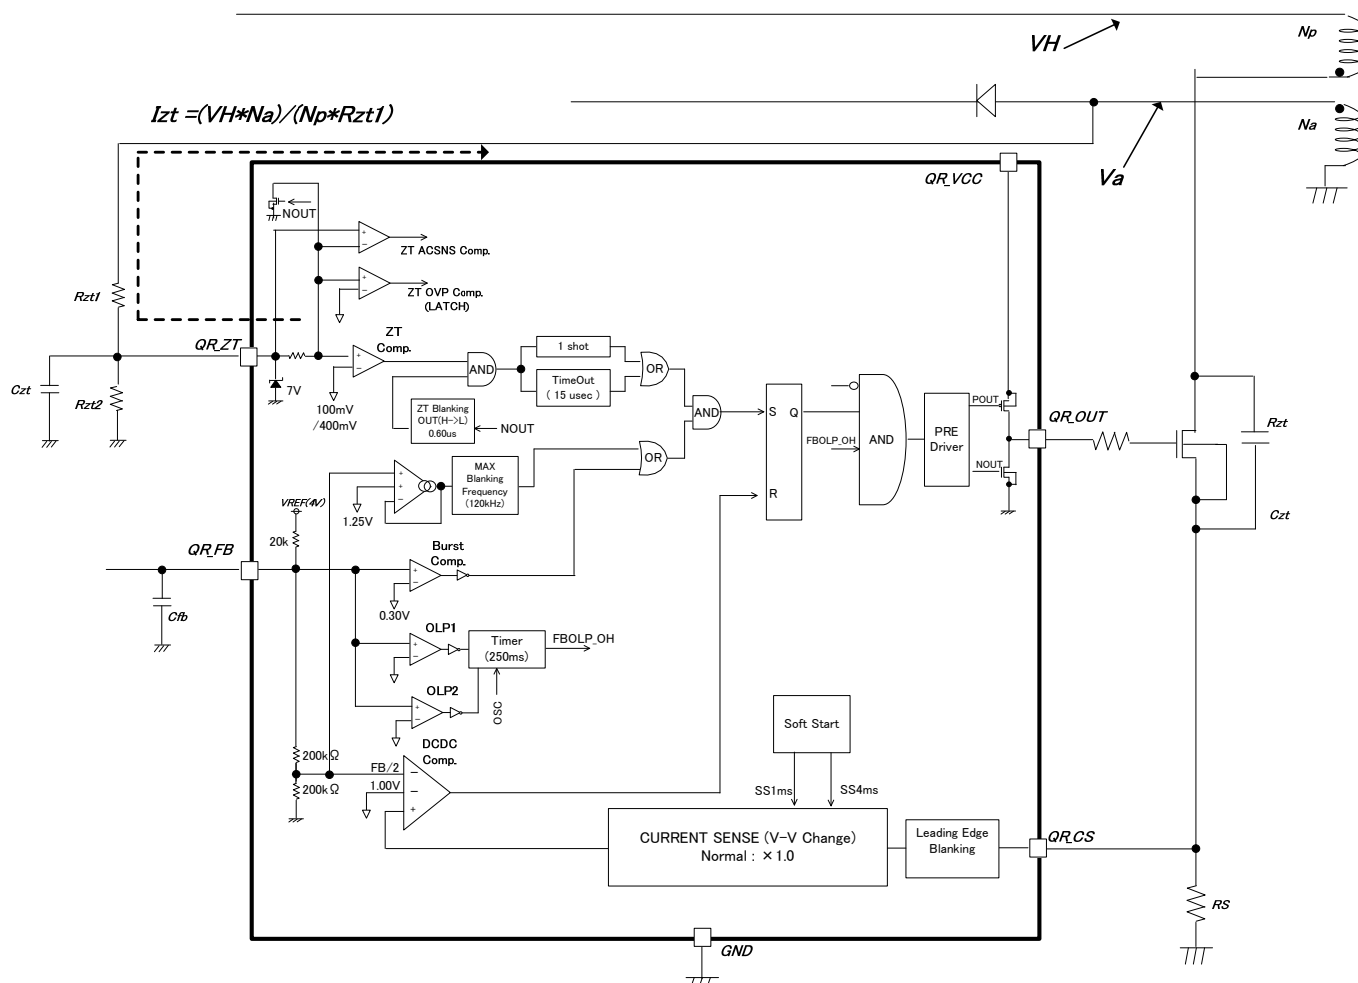
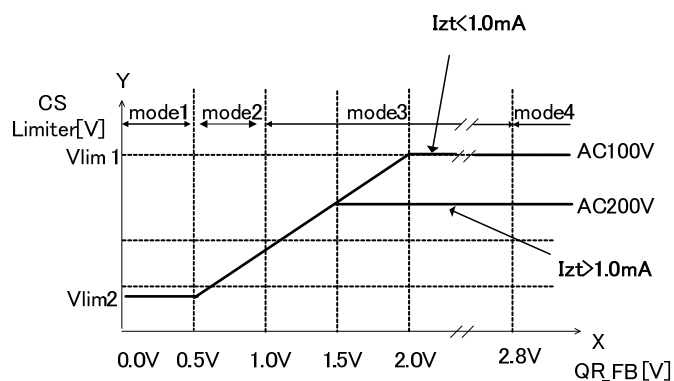

Figure 29. CS 切り換え電流ブロック図
Figure 30. QR_CS 切り換え QR_FB 電圧 VS QR_CS 電圧
検出方法は QR_ZT 流入電流をモニターすることにより、切り換えを行います。MOSFET ターンオン時、 V_a は入力電圧 (VH) に依存する負電圧となります。QR_ZT 端子は IC 内部で、0V 近くでクランプします。その場合の計算式は下記のとおりになります。Figure29 にブロック図を示します。Figure30,31 にグラフを示します。